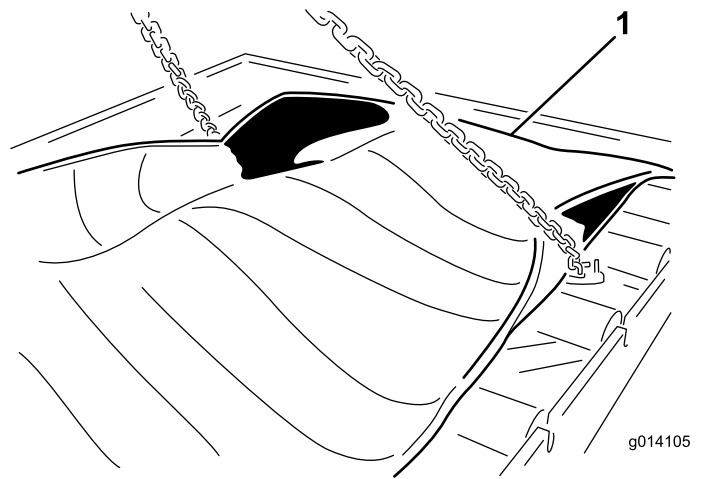

Bild 60
23. Entfernen Sie die 24 Schrauben, um den Einsatz zu lösen (**Bild 60**).